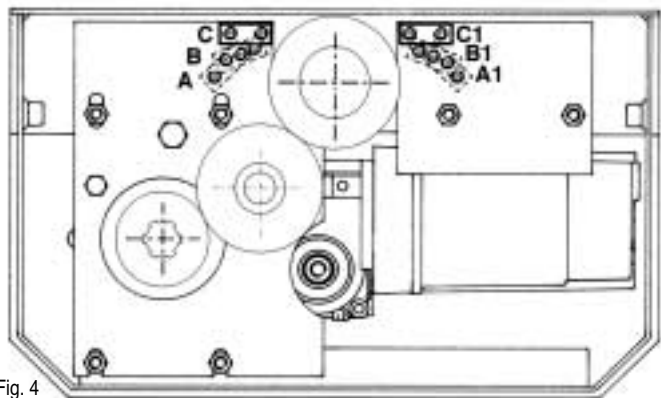

Fig. 4
**MAGIC, dans la version 180° (Fig. 4)** permet l'ouverture du vantail jusqu'à 180° si l'arbre en sortie de moteur se trouve dans l'axe des gonds du vantail. Si l'arbre en sortie de moteur se trouve décalé de 4,5 cm alors permet l'ouverture du vantail jusqu'à 150°.